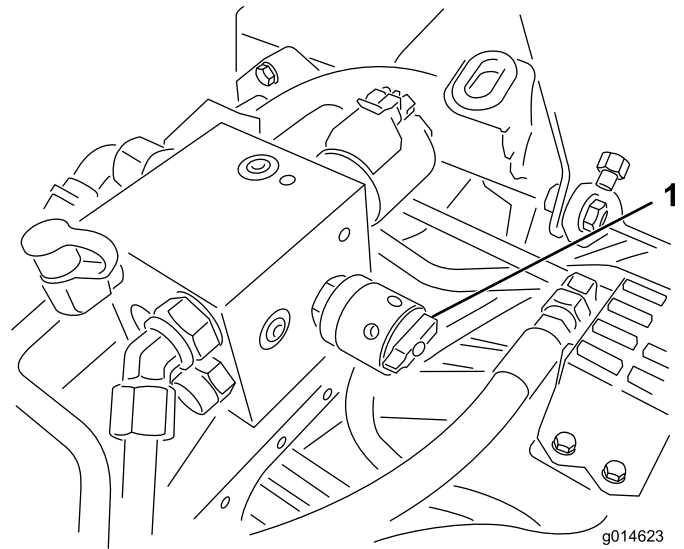

图38
4. 要设置滚刀的速度，请旋转旋钮（图38）直至指示器箭头与表示所需设置的数字对齐为止。